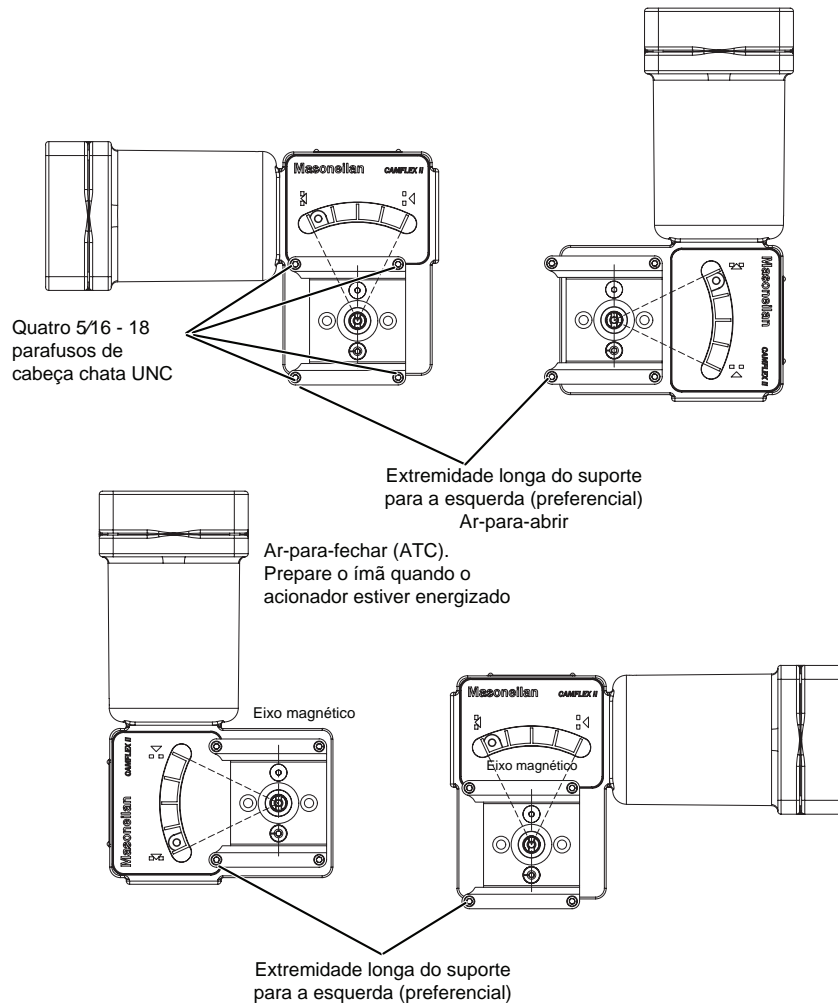

Figura 8 - Válvula de controle rotativa Camflex II Montagem ATO e ATC
1. Fixe o suporte de montagem rotativo SVI3 ao acionador da válvula com dois parafusos de cabeça chata 5/16 - 18 UNC e aperte usando uma chave sextavada de 3/16" conforme mostrado na figura 8.
5. Gire o suporte do ímã de forma que o eixo do ímã fique vertical quando a válvula estiver na posição fechada (consulte figura 8.). A Tabela 2 mostra as diretrizes gerais para o alinhamento do sensor de deslocamento. Revise a tabela antes de instalar o SVI3 em um acionador de válvula rotativa para o alinhamento adequado do ímã.